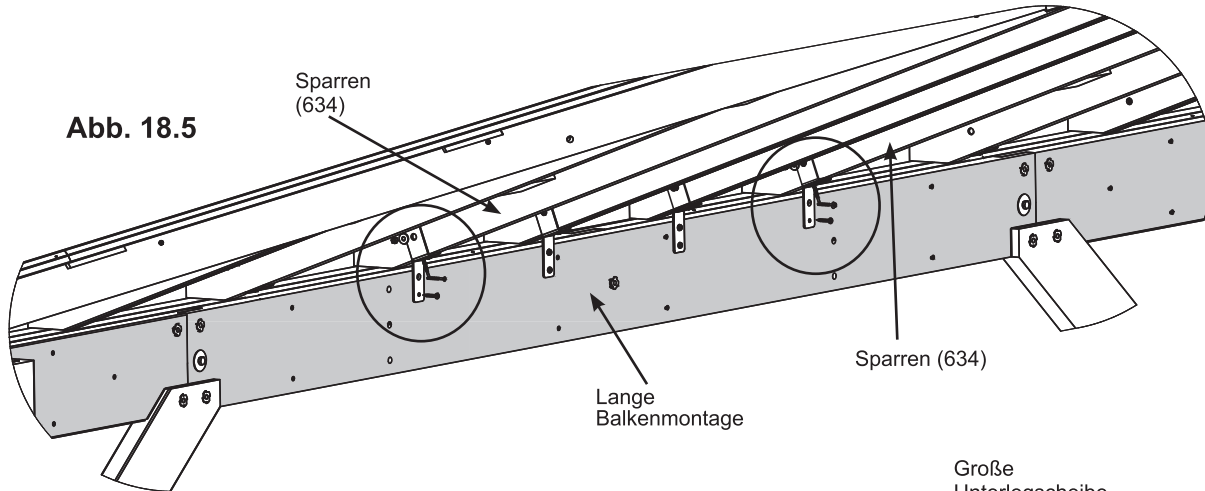

Abb. 18.5
C: Einen Dach zur Balken Winkel an jedem Sparren (634) an beiden Große Dachmontage mit einer Sechskantschraube 1/4 x 2" (mit zwei Große Unterlegscheibe 1/4-5/16" und einer Kontermutter 1/4") und drei Zylinderschrauben #12 x 1-1/2" befestigen. (Abb. 18.5 und 18.6)